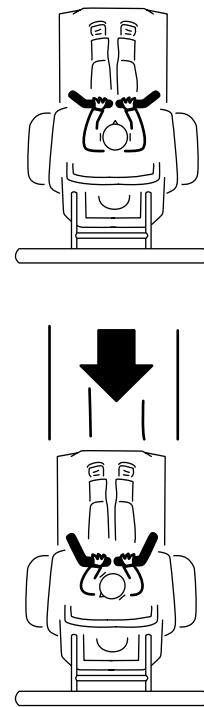

Figura 25
3. Per procedere in marcia indietro, guardate indietro e tirate lentamente le stegole all'indietro (Figura 25).